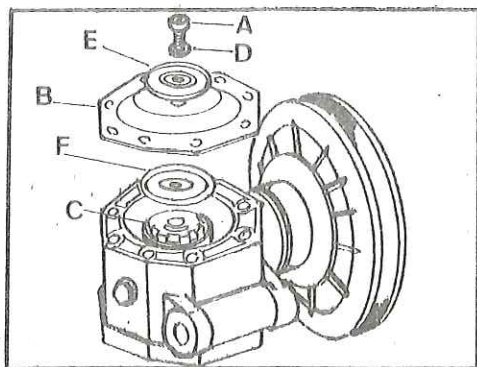

Fig. H-64 Membrana
- 1.3. Para desmontar la membrana: soltar el tornillo de sujeción, A, que une la membrana, B, al pistón oscilante, C, por medio de la arandela de cobre, D, el platillo anterior, E y el platillo posterior, F (Fig. H-64).